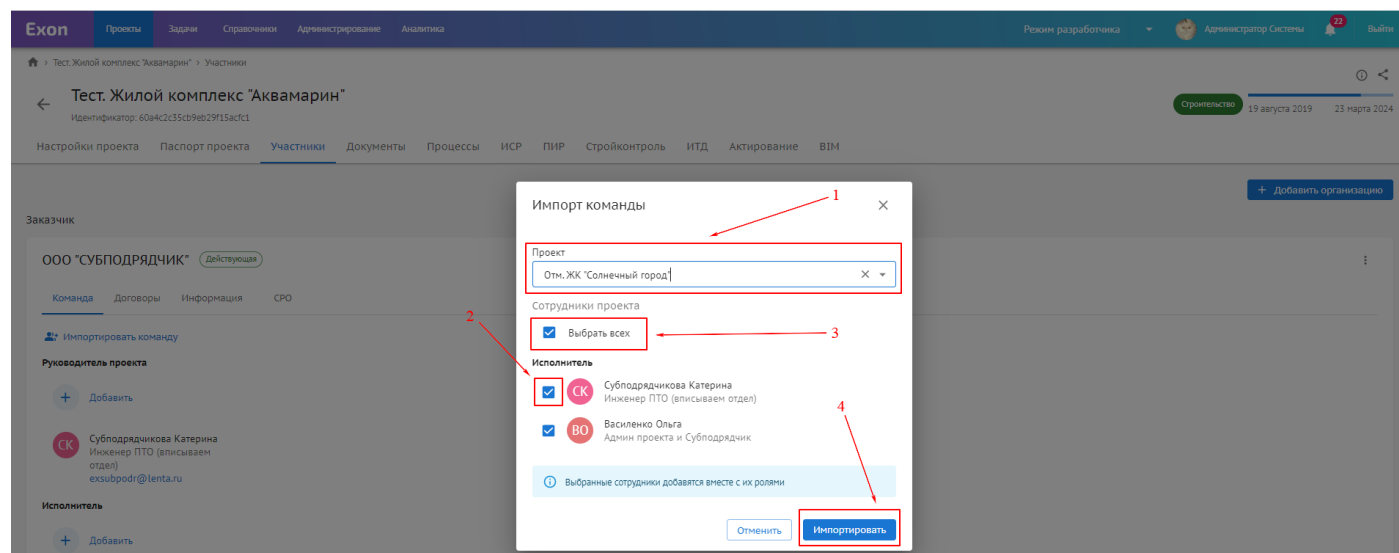

Рис. 37 – Импорт команды
2. Выбрать из выпадающего списка необходимый проект или ввести его наименование вручную (1) (рис.37);
3. Отметить нужных сотрудников галочкой (2) или «Выбрать всех» (3) (рис.37);
4. Нажать «Импортировать» (4) (рис.37).